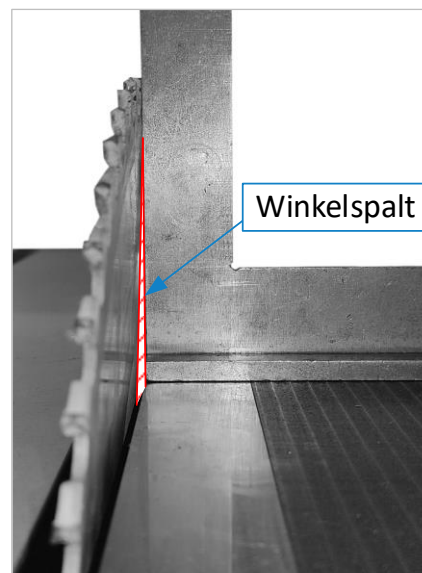

Abbildung 49: Winkelspalt
2. Hauptschalter ausschalten und sichern. Mit einem 90° Anschlagwinkel überprüfen, ob das Sägeblatt rechtwinklig ist (⇒ Abbildung 49). Bezugsfläche ist die Gussarbeitsplatte.